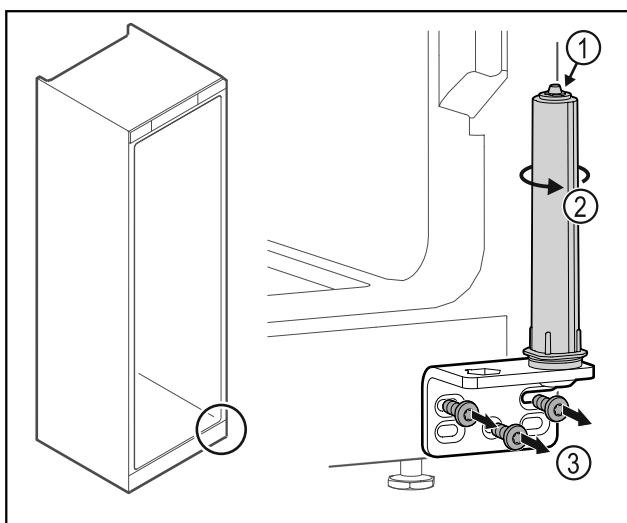

Fig. 33
- ▶ Ärge võtke ukسلukustussüsteemi lahti Fig. 33 (1).
- ▶ Keerake sulgemissüsteemi Fig. 33 (2), kuni see klõpsub.
- ▶ Kruvige šarniirnergik maha Fig. 33 (3).